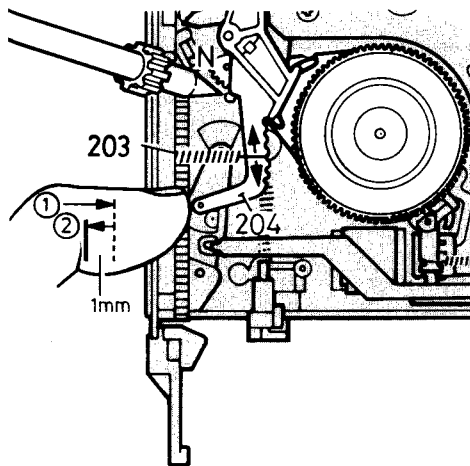

Bild 2-7
2.6 Einstellung der statischen Position der mechanischen Bandzugsregelung Bild 2-7
- Dadurch dass das Schwungrad des Kombimotors nach rechts gedreht wird, wird der Abwickelteller links herum drehen. ① Wenn der Bandzugshebel Pos. 204 nun zu dem Wickelteller hin gedrückt wird (Bild 2-7), wird der Wickelteller stoppen. Eine leichte rutschende Bewegung ist zulässig. ② Wenn der Bandzugshebel 1 mm nach links bewegt wird, muss der Wickelteller wieder frei drehen.
- Dadurch daß mit dem Hilfswerkzeug Zahnrad N (Bild 2-7) eingestellt wird, muß vorgenannte Lage erreicht werden.
- Die Stellung an welcher die Feder Pos. 203 eingehängt ist (Bild 2.7) dahin ändern, dass der Phasensprung (Phasensprung) des weissen Balkens unten im Bild weniger als $8 \mu s$ ist. Der Phasensprung von $8 \mu s$ entspricht der Breite eines Farbbalkens.